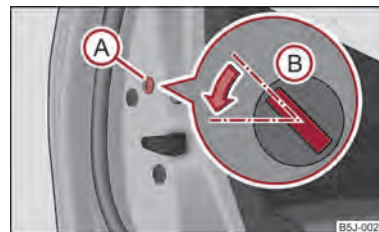

Fig. 14 Bloqueo de emergencia de la puerta
- Desmontar el paramento A ⇒ fig. 14.